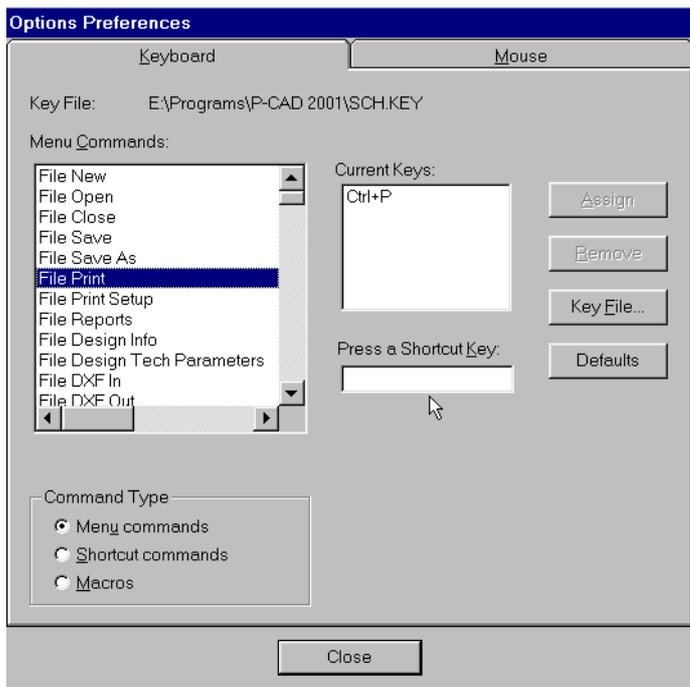

Рис. 3-14. Настройка «горячих» клавиш
раметры/Предпочтение) позволяет произвести настройку клавиатуры и мыши. Так на закладке **Keyboard** (Клавиатура) панели **Options Preferences** (рис. 3-14) можно назначить «горячие» клавиши для часто повторяющихся команд системы. Настройка клавиатуры сохраняется в специальном файле (для схемного редактора это SCH.key).
- 2) В типовом диалоге Windows сохранения файла под новым именем на одном из доступных дисков создайте структуру папок, аналогичную изображенной на рис. 3-14.